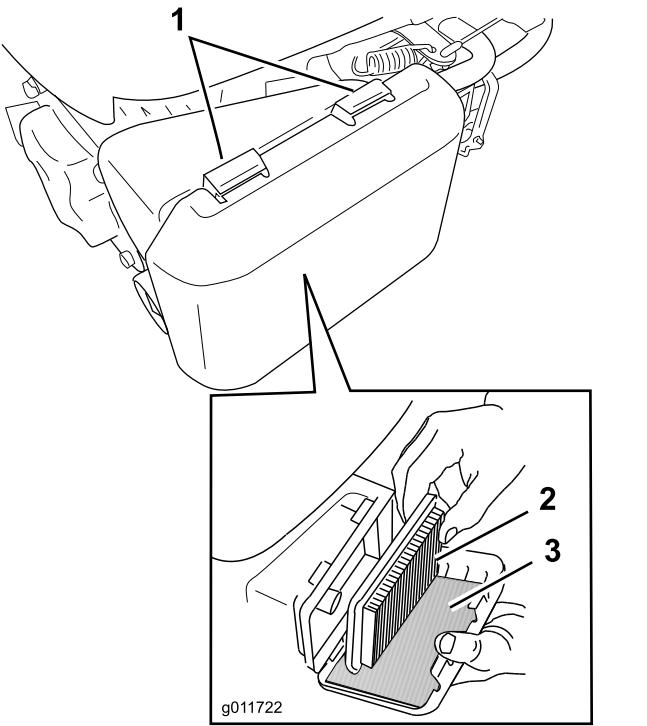

Figure 27
- Appuyez sur les languettes de verrouillage en haut du couvercle du filtre à air (Figure 27).
- Retirez l'élément en papier et le préfiltre en mousse (Figure 27).